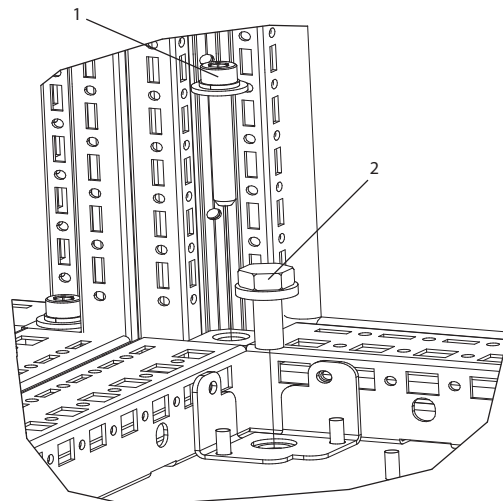

Abbildung 6.103 Detail zur Position der Befestigungselemente
Tabelle 6.61 Legende zu *Abbildung 6.103*
2. Führen Sie alle M8x60-mm-Schrauben mit Zahn- und Unterlegscheiben durch den Rahmen in die Gewindebohrungen des Sockels ein. Installieren Sie 4 Schrauben pro Schrank. Siehe *Abbildung 6.103*
3. Führen Sie alle M10x30-mm-Schrauben mit Zahn- und Unterlegscheiben durch die Bodenplatte in die Gewindebohrungen des Sockels ein. Installieren Sie 4 Schrauben pro Schrank. Siehe *Abbildung 6.103*